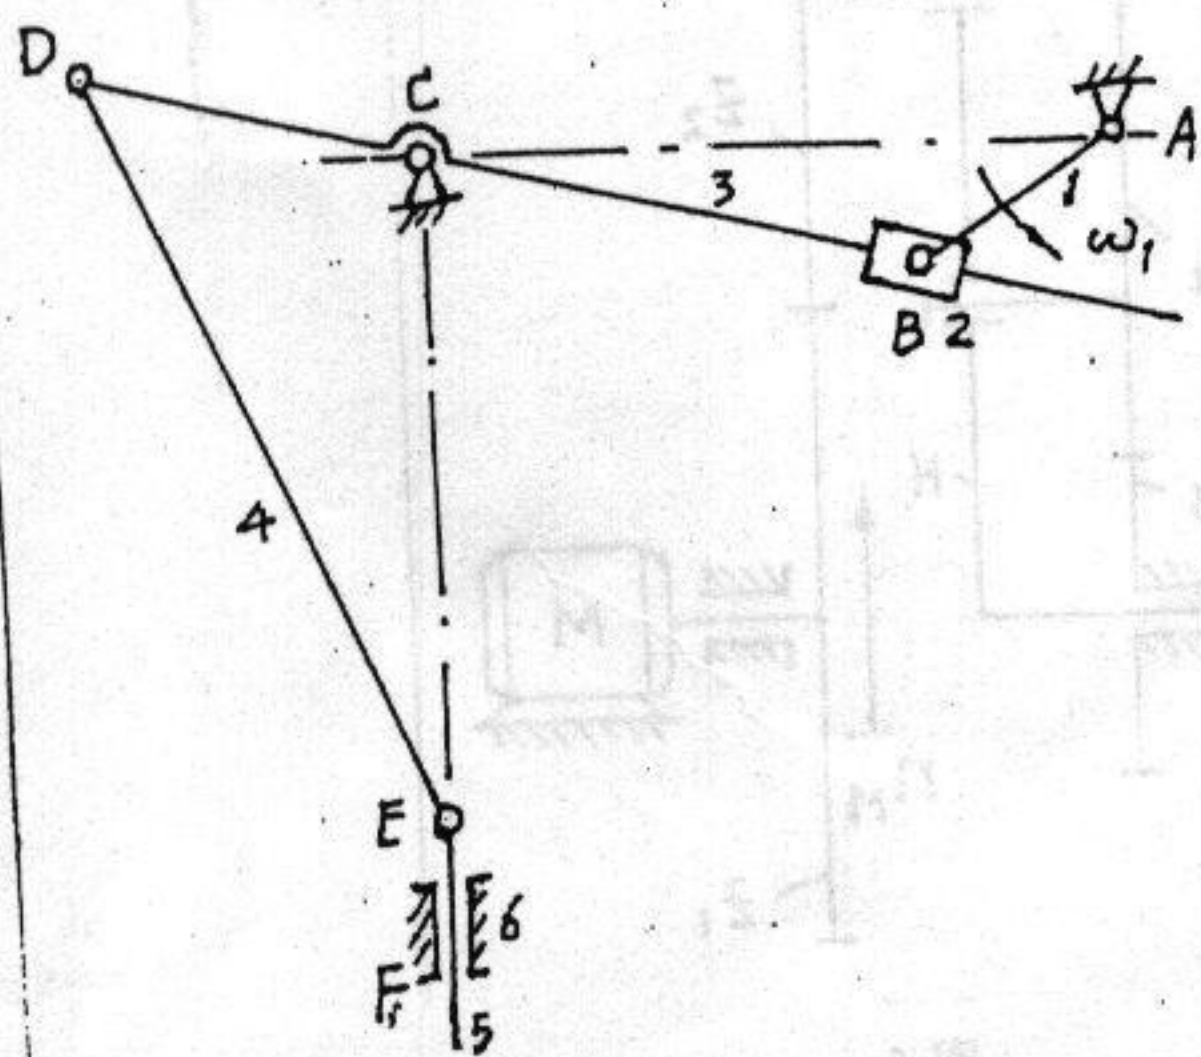

图 3
1. 图 3 所示六杆机构, 已知: $l_{AB} = 150 \text{ mm}$, $l_{AC} = 438 \text{ mm}$, $l_{CD} = 225 \text{ mm}$, $l_{DE} = 525 \text{ mm}$, $\omega_1 = \text{常数}$, 机构运动简图按 $\mu_l = 0.01 \text{ m/mm}$ 作出。试用作图法求: (10 分)